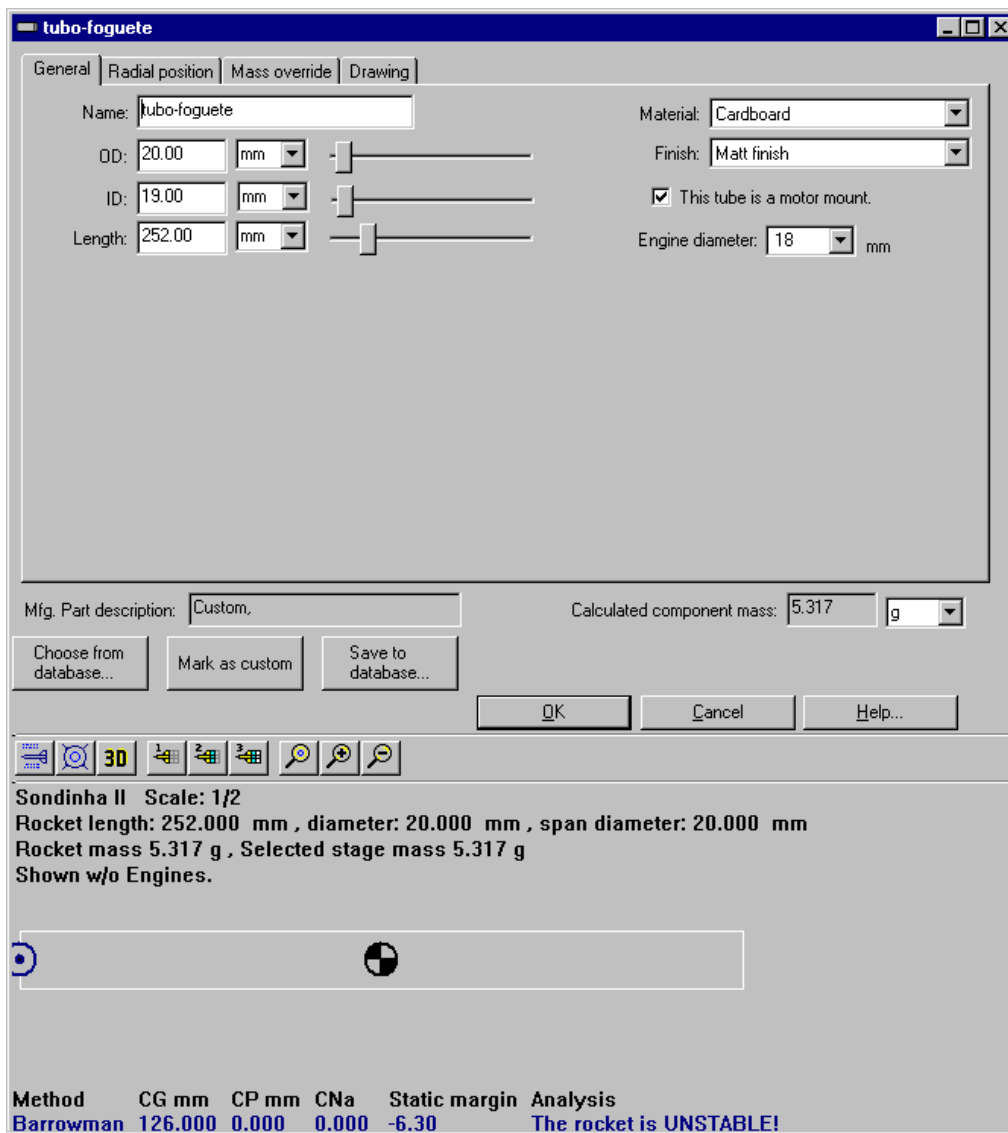

Figura 5. Dados do tubo-foguete do exemplo 1.
- (b) na janela seguinte, item “General” do menu, definir os dados de acordo com o mostrado na Figura 5;